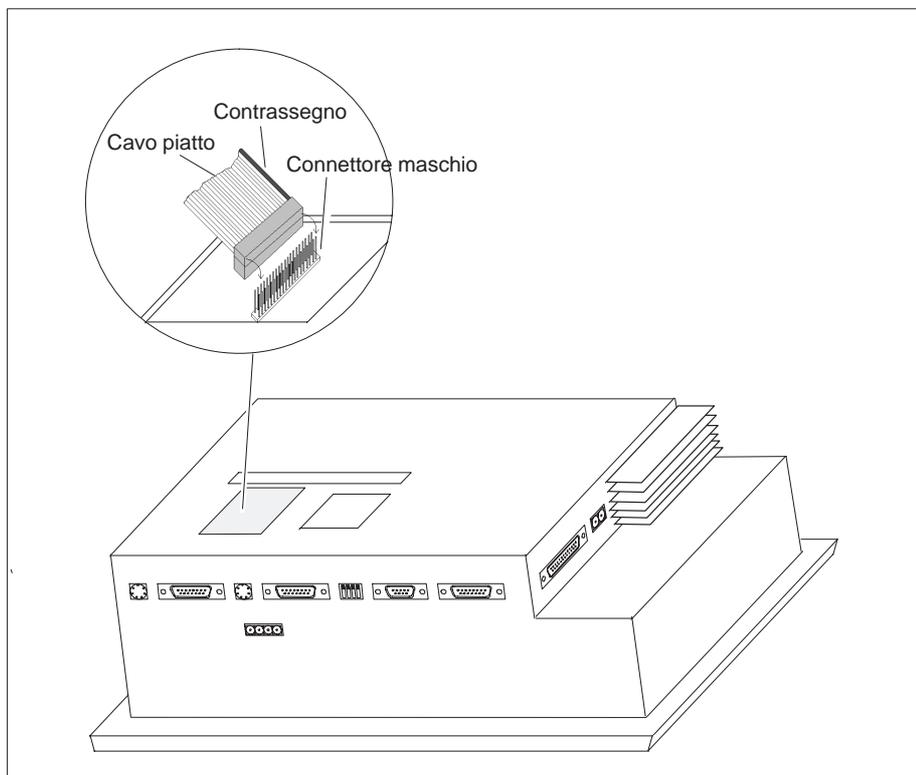

Figura 17-2 Collegamento del modulo di tasti diretti (esempio TP37)
- Inserire il connettore del cavo piatto del MTD sul connettore maschio del Touch Panel con la parte colorata rivolta verso il centro dell'apparecchiatura come mostrato (vedi, per il TP37, figura 17-2).